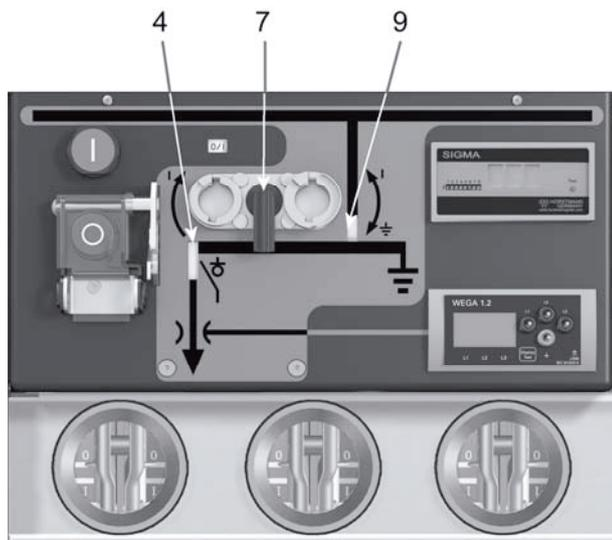

Рис. 4-5. Панель в нейтральном положении
В нейтральном положении (см. Рис. 4-5):
1. Проверьте по указателю положения разъединителя-заземлителя, что он находится в положении «заземлено». За положением разъединителя-заземлителя также можно следить через смотровые окна на передней панели (14), см. Рис. 4-5. Проверьте положение для всех трёх фаз: